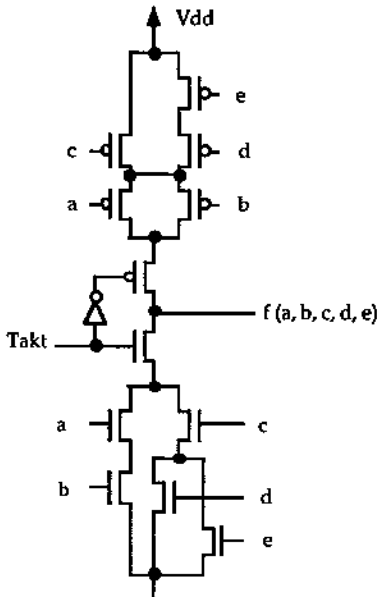

Bild 25.12: Transistor-Schaltung zu Aufgabe Nr. 13
Gegeben ist die Transistor-Schaltung aus Bild 25.12.
- a) Welche Schaltungstechnik verwendet die in Bild 25.12 gezeigten Transistor-Schaltung?
- a) Entwerfen Sie eine Schaltung in "precharged-CMOS-Schaltungstechnik" mit "gated input", welche die gleiche logische Funktion wie die in Bild 25.12 gezeigte Schaltung realisiert. Zeichnen Sie die Schaltung auf Schaltkreis-Ebene.
- a) Entwerfen Sie nun eine Schaltung in CMOS n-type PE-Schaltungstechnik, welche die gleiche logische Funktion wie die in Bild 25.12 gezeigte Schaltung realisiert und zeichnen Sie die Schaltung auf Schaltkreis-Ebene.
- a) Entwerfen Sie nun eine Schaltung in CMOS p-type PE-Schaltungstechnik, welche die gleiche logische Funktion wie die in Bild 25.12 gezeigte Schaltung realisiert und zeichnen Sie die Schaltung auf Schaltkreis-Ebene.